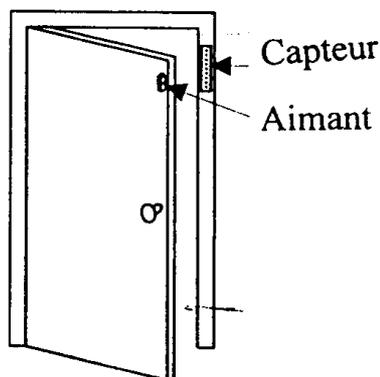

Figure 1 : Emplacements sur porte
■ Placer le capteur sur le chambranle et l'aimant sur la porte (voir Fig. 1). Si une double porte est à protéger, alors le capteur doit être placé sur la porte la moins utilisée.